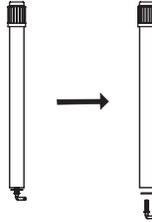

Abb. 1
- 1 Entnehmen Sie die Teile aus dem Karton und überprüfen Sie diese anhand der Abbildung. Schrauben Sie die Kunststoffmutter von der Stange. (Abb. 1)